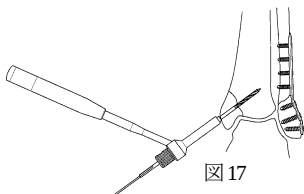
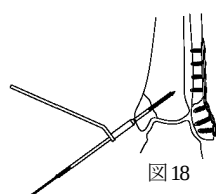

図 17
図 18
- 4) 4.0CCS 用ドリルによる穴あけを行います。(図 17) 3.0 ドリルガイド(S)を用いた穴あけも可能です。(図 18)